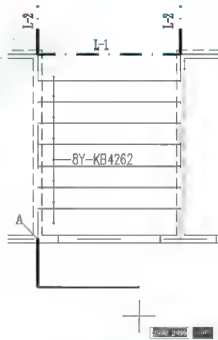

图 5.33 绘制阳台的挑梁和封边梁
(1) 在指定起点：提示下，捕捉图 5.33 所示的 A 点。
(2) 在指定下一个点或 [圆弧(A)/半宽(H)/长度(L)/放弃(U)/宽度(W)]: 提示下，打开【正交】功能，将光标垂直向下拖动，输入“1500”。
(3) 在指定下一个点或 [圆弧(A)/半宽(H)/长度(L)/放弃(U)/宽度(W)]: 提示下，将光标水平向右拖动，输入“4200”，如图 5.33 所示。